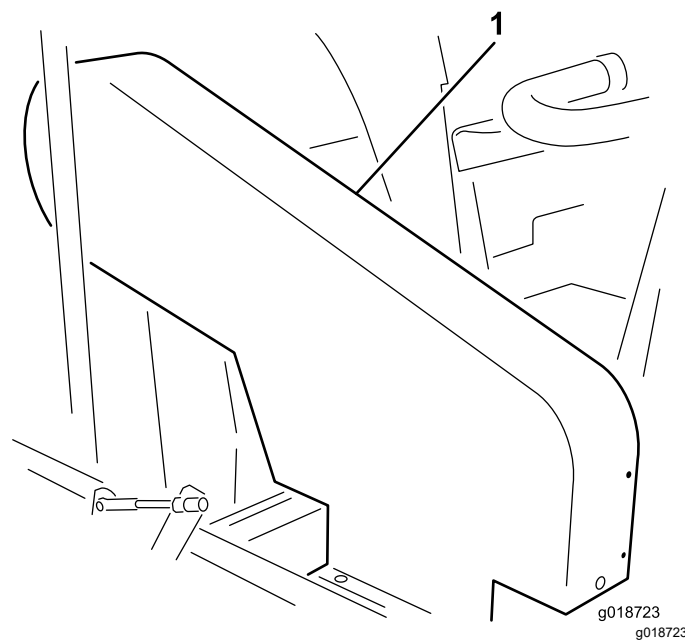

Figura 19
Nota: Não é necessário retirar a proteção da correia superior (Figura 19) para verificar a tensão da correia. Se retirar a proteção da correia, retire os 4 parafusos, anilhas e porcas que prendem a proteção à estrutura. Não utilize a máquina sem as proteções instaladas.
Verifique a tensão pressionando a correia a meio curso entre a hélice e as polias da embraiagem com uma força de 18 a 22 N. A correia deverá fletir 1,3 cm. Se o desvio estiver incorreto, consulte Ajustar a correia de transmissão da hélice \(página 24\). Se o desvio estiver correto, prossiga com o funcionamento normal (Figura 19).
Verifique a tensão pressionando a correia a meio curso entre o eixo secundário e as polias da embraiagem com uma força de 18 a 22 N. A correia deverá fletir 6 mm. Se o desvio estiver incorreto, consulte Ajustar a correia do eixo secundário \(página 25\). Se o desvio estiver correto, prossiga com o funcionamento normal (Figura 19).
1. Retire os 4 parafusos, anilhas e porcas flangeadas que prendem o resguardo superior à estrutura (Figura 19).